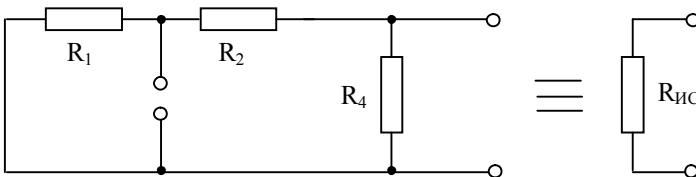

Рис. 6
3. Определяем сопротивление эквивалентного источника, которое должно быть равно внутреннему сопротивлению пассивизированной активной цепи. Пассивизирование цепи означает удаление из неё источников тока и напряжения (ЭДС), которое делает цепь пассивной. Ветви, где были включены источники тока, заменяются разрывом, а ветви с ЭДС – перемычкой (рис.6). В зависимости от вида соединения сопротивлений составляем формулу для расчёта эквивалентного сопротивления, которое равно сопротивлению на источнике $R_{ЭК} = R_{ИС}$.